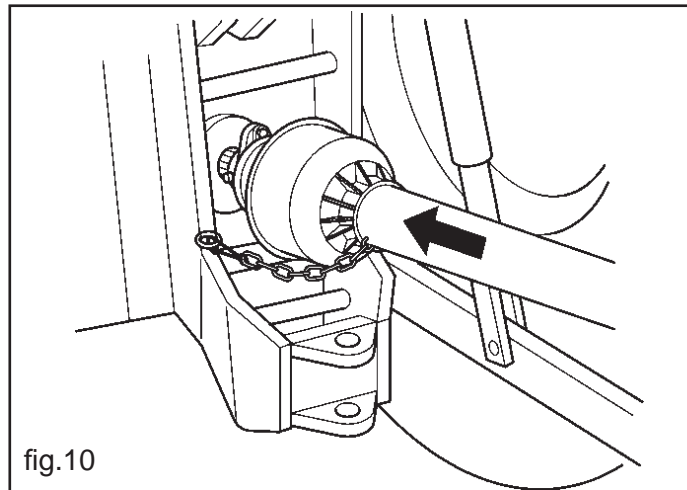

fig.10
- 5) Innestare l'albero cardanico e assicurarsi che sia perfettamente bloccato sulla presa di forza (fig.10). Verificare che la protezione ruoti liberamente e fissarla con l'apposita catenella.